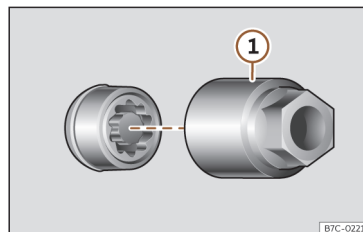

Fig. 232 Tornillo antirrobo de la rueda con capuchón y adaptador.
• Encaje el adaptador especial >>> fig. 232 ① (herramienta de a bordo >>> pág. 326) en el tornillo antirrobo de la rueda hasta el tope.